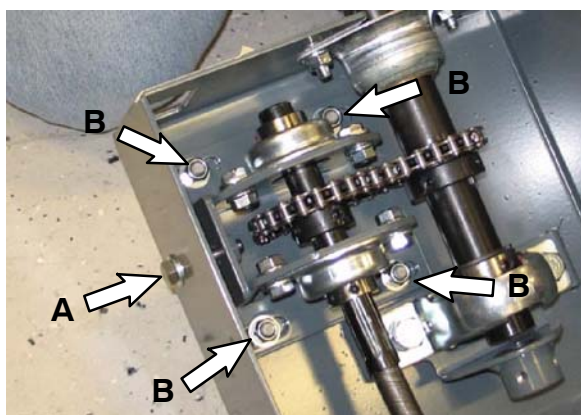

FIG. 35
- Nouvelles machines :** Serrez la visserie de tension de direction (A), puis la visserie (B) (24 Nm / 18,5 ft lbs) pour fixer l'assemblage soudé de plaque de support sur le profilé de montage de direction. (Fig. 35)